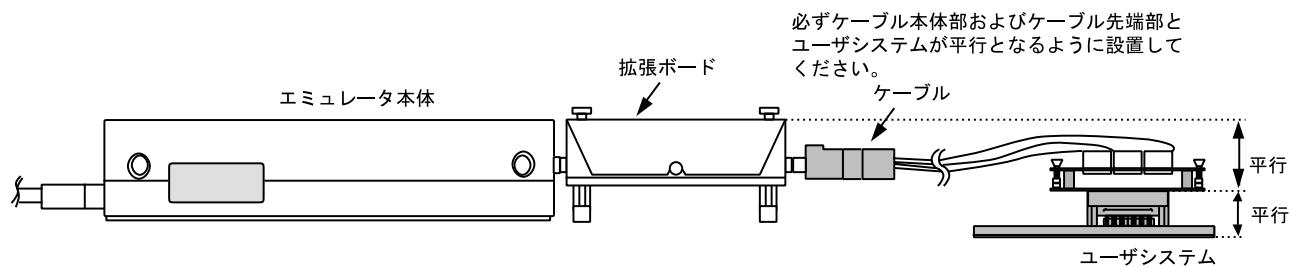

図10 設置例
- (1) ユーザシステムへの接続時には1ピン位置に十分注意して、誤接続は絶対にしないでください。
- (2) 本ユーザシステムインターフェースケーブルを使用する場合の推奨マウントパッド寸法は、MCU実装用マウントパッド寸法とは異なりますので注意してください。
- (3) ケーブル本体部が断線する可能性がありますので、本ユーザシステムインターフェースケーブルの上に重いものや金属等の角の尖ったものを置かないでください。
- (4) ユーザシステムに接続した状態では、ユーザシステムインターフェースケーブル、特にケーブル先端部に無理な力が加わらないように注意する必要があります。図10の設置例を参照してご使用ください。